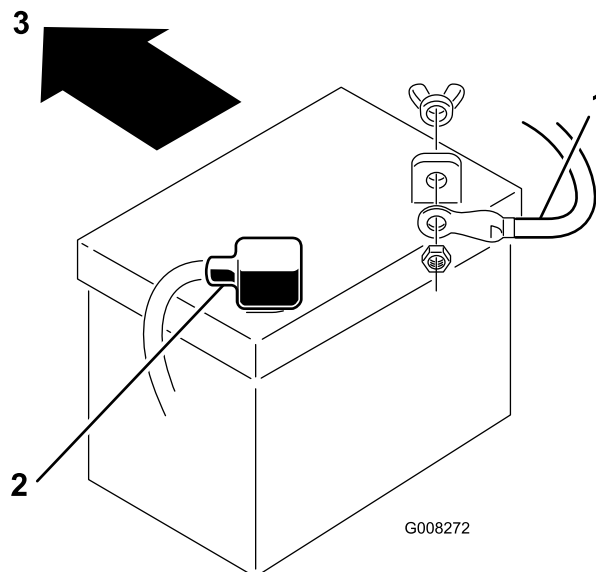

Figura 34
7. Staccate il cavo negativo (nero) di terra dal polo della batteria (Figura 34).
9. Staccate il cavo positivo (rosso) dal polo della batteria (Figura 34).
1. Collocate la batteria sullo chassis volgendo i poli verso il parte posteriore del trattore (Figura 34).
3. Utilizzando il bullone ed il dado ad alette, collegate il cavo positivo (cappuccio rosso) al polo positivo (+) della batteria (Figura 34). Infilate il cappuccio di gomma sul polo della batteria.
4. Utilizzando il bullone e il dado ad alette, collegate il cavo negativo (nero) al polo negativo (-) della batteria (Figura 34). Infilate il cappuccio di gomma sul polo della batteria.